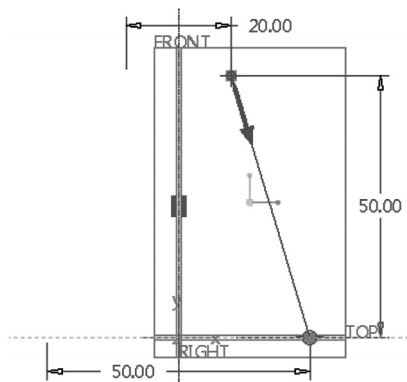

图 4-126 草绘螺旋扫描轮廓和一条几何中心线
4) 草绘螺旋扫描轮廓和一条几何中心线, 如图 4-126 所示, 单击✓ (确定) 按钮。